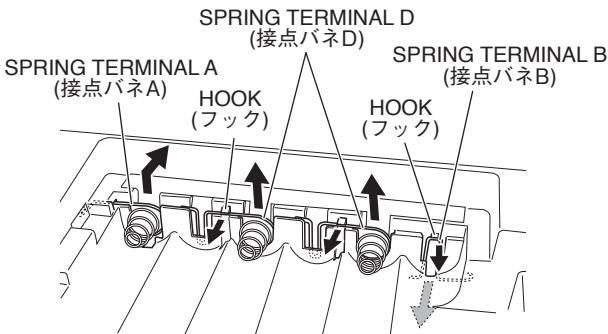
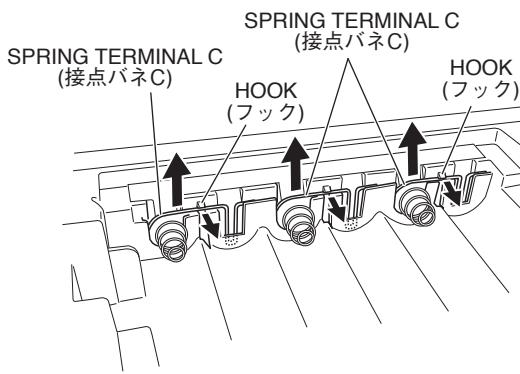

Fig.12 (図 12)
Fig.13 (図 13)
- 15-6 Lift the spring terminal A a little and slide it in the upper right direction to remove it. (Fig.12)
- 15-7 Remove the hook for the spring terminal B to pull it out from inside. (Fig.12)
- 15-2-2 Remove the hooks to pull out the spring terminal C and spring terminal D. (Fig.12, Fig.13)
- 15-1-6 接点バネ A は、上に少し引き上げ、右上にスライドして外します。 (図 12)
- 15-1-7 接点バネ B は、フックを外して、内側から引き出します。 (図 12)
- 15-2-2 フックを外して、接点バネ C、接点バネ D を引き出します。 (図 12、図 13)